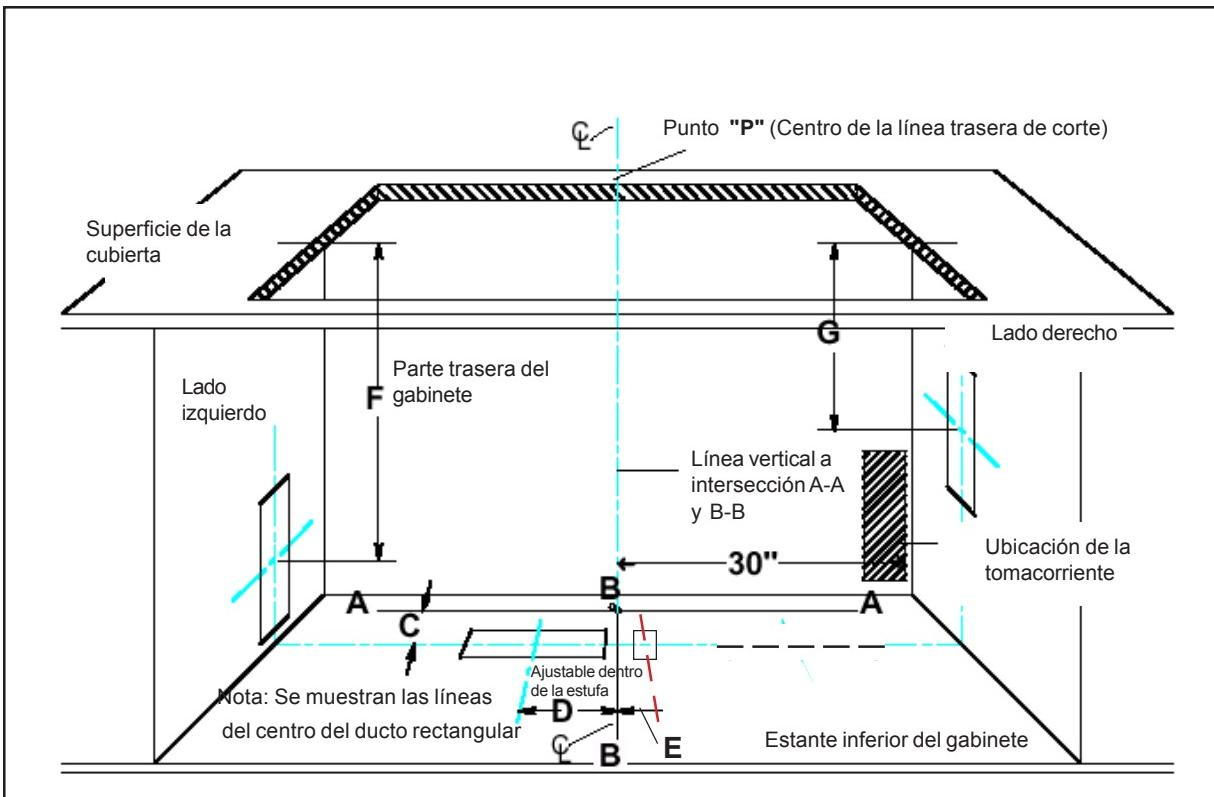

Figura 9: Cabinet Cutout for Ductwork
- A. Consultar la Figura 9. Establecer una línea vertical desde el punto "P" en el centro trasero del recorte de la cubierta. Marcar este punto en el fondo del gabinete abajo. Construir dos líneas de referencia a través de este punto: una debe quedar paralela al frente del gabinete y directamente abajo del recorte trasero de la cubierta (Línea A-A), y la otra (Línea B-B) debe quedar en ángulos rectos a A-A.
La toma de corriente debe quedar debajo de la cubierta, de modo que el cable de alimentación con longitud de 30 pulgadas (76 cm) de la ventilación la pueda alcanzar. Ver la Figura 9. Se debe enrutar el cable por debajo del aparato y lejos de calor generado por la parrilla. No se debe obstruir el acceso por el ventilador, el gabinete, el ducto o las líneas de alimentación eléctrica/gas para la parrilla. Toda la corriente para el sistema de ventilación (incluyendo el ventilador remoto, si se usa) es suministrada vía el cable a la unidad de toma. Generalmente se puede extender la toma de corriente desde otra toma de corriente en la cocina o puede tener su propio circuito del panel principal de servicio.